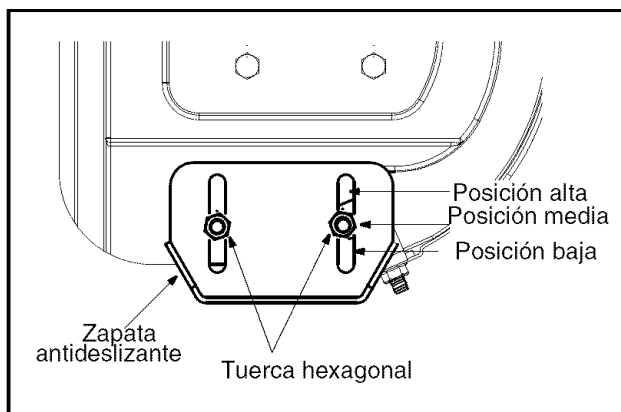

Figura 6
1. Para ajustar las zapatas antideslizantes afloje las cuatro tuercas hexagonales y los pernos de carro y mueva las zapatas antideslizantes hasta la posición deseada. Vea la Figura 6